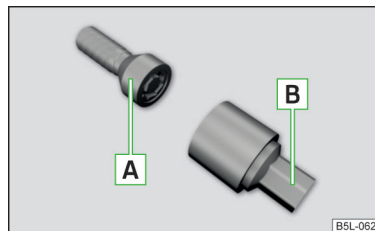

Bild 120
De stölskyddade hjulbultarna skyddar hjulen mot stöld. De kan endast lossas och dras åt med hjälp av adaptern B » bild 120.
- Sätt in adaptern B » bild 120 med den tandade sidan ända in i den invändiga tandningen i den stölskyddade hjulbultens huvud A.